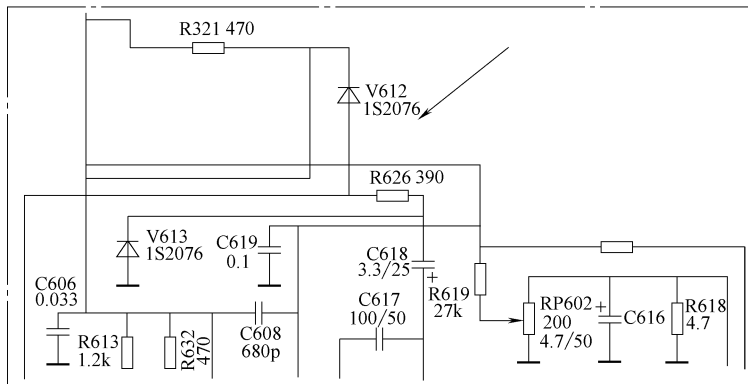

图 5-60 V612 相关电路截图
1) 光栅上半部亮下半部暗，字符显示正常，说明场逆程脉冲无问题，故障可能由两个原因引起：①视放电源不良使场消隐不能进入视放电路；②图像亮度信号中未有场逆程脉冲加入。
2) 该机场逆程信号由 TDA3653 的⑧脚→C618→R626→V612→R321→TA7698 的②脚。
3) V612 相关电路截图如图 5-60 所示。